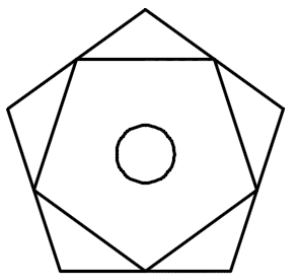

图 3-53 原始图形
- 1) 打开“偏移操练.dwg”图形文件,原始图形如图 3-53 所示。